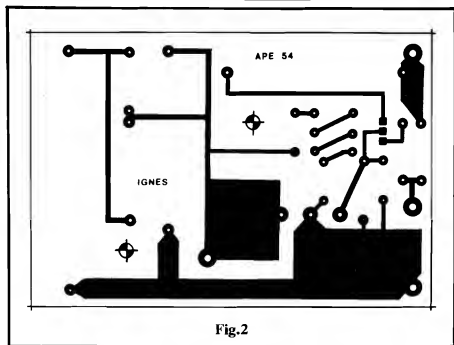

Fig.2
**FIG. 2 - LAY OUT DO CIRCUITO IMPRESSO ESPECÍFICO** - Um pouco "avantajado" (isso é inevitável, pelos regimes de Corrente e Potência envolvidos...), mas extremamente simples, o padrão cobreado de ilhas e pistas é de fácil execução, por qualquer das técnicas "tradicionais" de confecção... Como a figura está em tamanho natural (escala 1:1), o lay out pode ser diretamente "carbonado" sobre a face cobreada de uma fenolite virgem, nas indicadas dimensões (ver LISTA DE PEÇAS), seguindo-se a traçagem, corrosão, furação e limpeza, nos "moldes" já várias vezes explicados aqui em A.P.E. Conforme já explicado, o padrão é simples, mas os nfeios de Corrente e Potência são "bravos"... Por essa razão, uma cuidadosa conferência final é absolutamente imprescindível, para a busca e correção de eventuais falhas, "curtos", etc. Não "deixem passar" nenhuma das Normas elementares para a confecção e utilização de Impressos, consultando - se